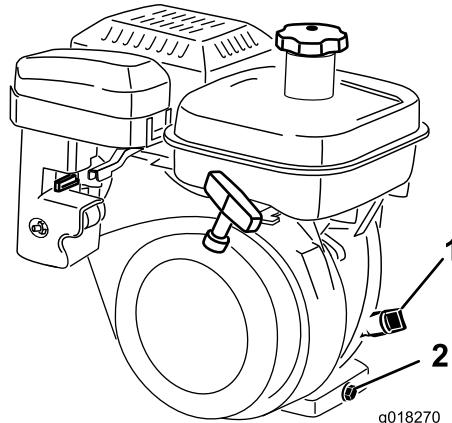

Figura 34
- Posizionate la macchina in modo che il motore sia a livello e pulite attorno al misuratore del livello dell'olio (Figura 34).
- Rimuovete l'asta di livello dell'olio ruotandola in senso antiorario (Figura 34).
2. Collocate una bacinella sotto il tappo di spurgo, dietro la macchina (Figura 34). Allentate il tappo di spurgo.